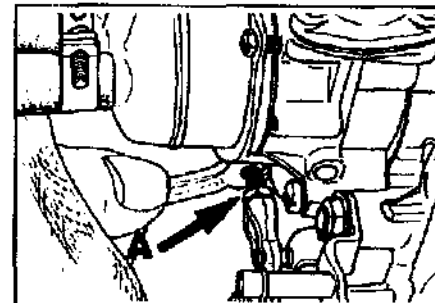

Рис.7 Регулировка пусковых оборотов.
- д) Если обороты двигателя не совпадают со значением таблицы, то регулировка проводится путем изменения длины тяги (А) (Рис.7).